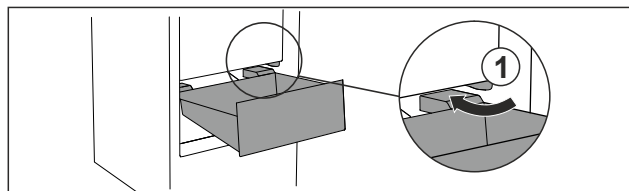

Fig. 101
- Far passare il cassetto intorno ai fermi Fig. 101 (1) inclinandolo.